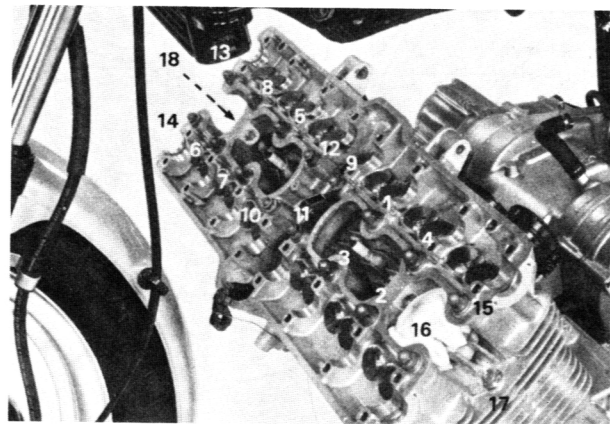

Bild 44
- Unter Bezug auf Bild 44 die Kontermutter (1) des Steuerkettenspanners lösen und den Kettenspanner hochziehen.
- Die Überwurfmutter in der in Bild 44 gezeigten Reihenfolge anziehen. Molybdän-Disulfid-Fett auf die Zylinderschraubengewinde und Unterlagscheiben auftragen. Anzugsmomente siehe Kapitel 2.1.4.